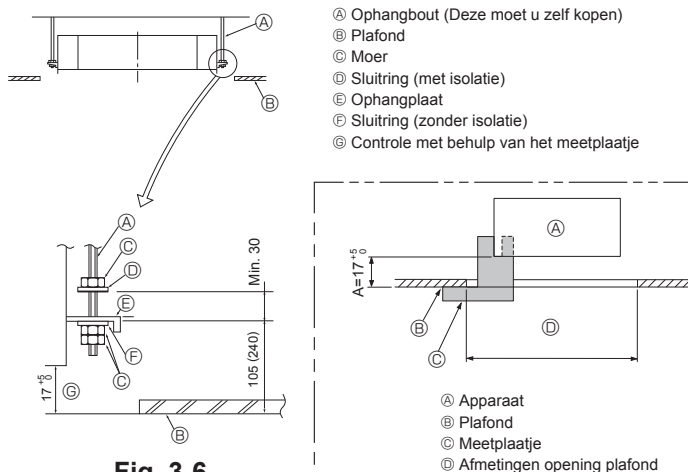

Fig. 3-6
① Houten constructies
② Voor gewapend beton constructies
3.6. Werkwijze om het apparaat op te hangen (Fig. 3-6)